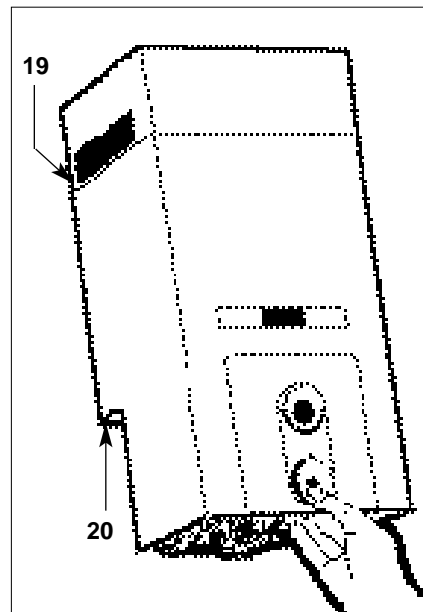

Fig. 3 - BAYARD STAR 5 CF 2F
- Dévisser les 2 vis "20" (fig. 3),
- Fermer le robinet d'arrêt de gaz et ôter l'habillage (voir fig. 3).